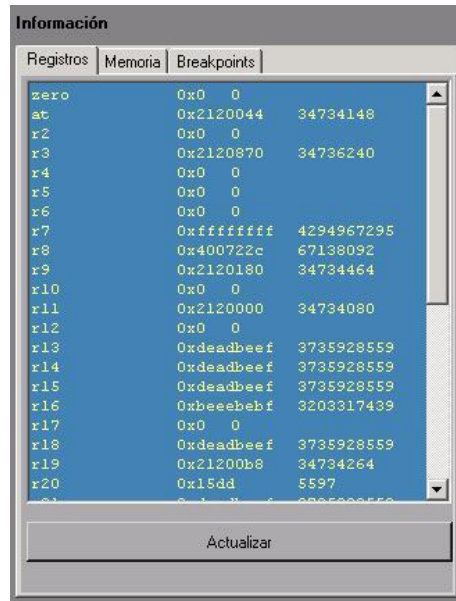

Figura B16 Visualización de estado de registros
- 15. Registros, Memoria, Ver Breakpoints, permiten visualizar el estado de los registros de datos del microprocesador, el estado de la memoria y los Breakpoints fijados en el código, cada uno de estos habilita su respectiva pestaña con la información requerida como se muestra en la Figura B16.